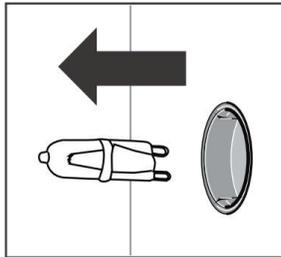

Abbildung 6
3. Entfernen Sie die Lampe und ersetzen Sie sie durch den gleichen Typ (Abbildung 6).